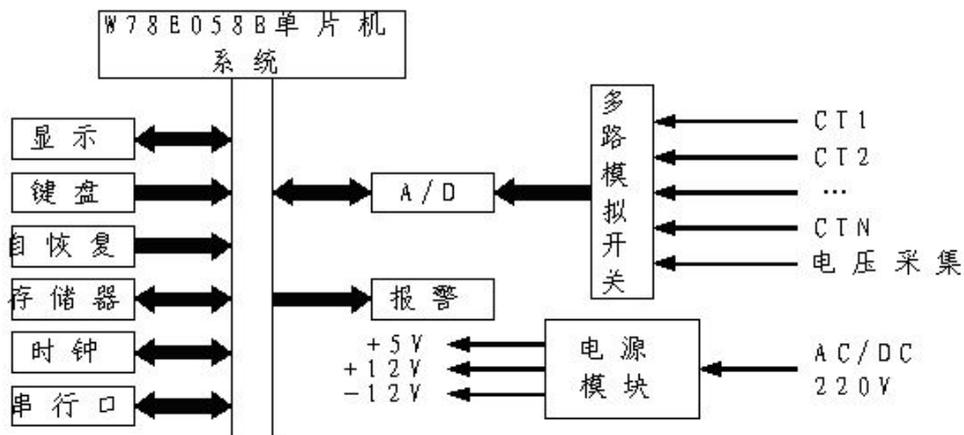

图3 装置内部结构图
- ◆ SH-ZJ 微机直流系统绝缘监测装置内部结构图。(见图3)